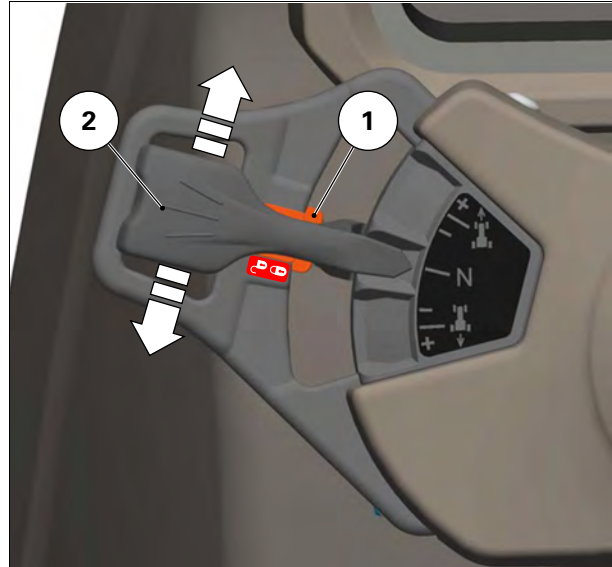

Рис. 5.
Электромеханический тормоз (ParkLock): Разблокировать выключатель тормоза (1) *.рис. 5*
- (1) Движение вперед: